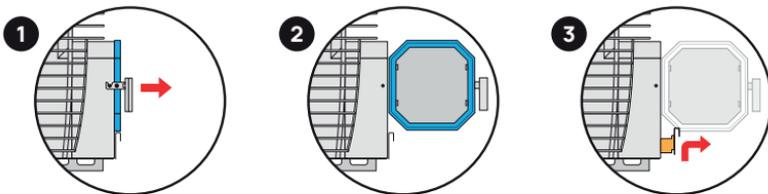

図15 HIVE Flow 灰受け皿の取り出し方
- ・ 掃除のため灰受け皿を引き出す際は、図15のように燃烧室ドアを開き、灰受け皿を持ち上げてから取り出します。(燃焼時に開きすぎないように、灰受け皿には安全ロックがついています)